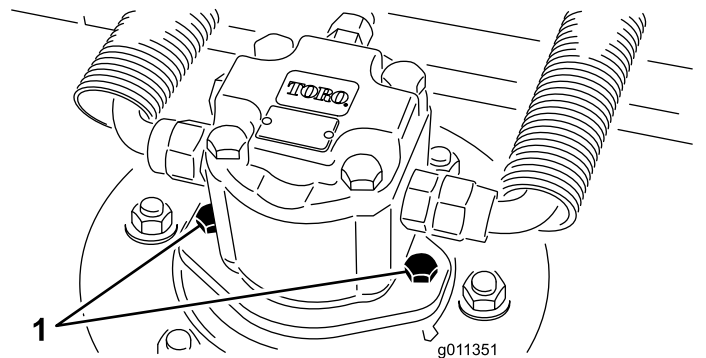

Bild 92
2. Klemmen Sie den Hydraulikmotor vom Mähwerk ab und entfernen ihn (Bild 92). Decken Sie die Spindeloberseite ab, um einer Verunreinigung vorzubeugen.
4. Montieren Sie den Hydraulikmotor am Mähwerk (Bild 92) Stellen Sie sicher, dass sich der O-Ring unbeschädigt in seiner Position befindet.